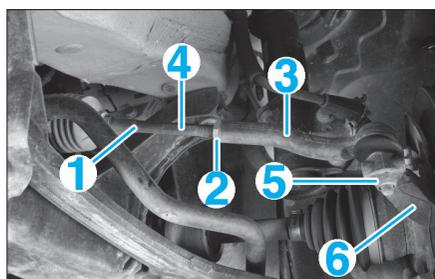

FIG. 11
- Mesurer le nombre de filets apparents sur la biellette de direction (1) jusqu'au contre-écrou (2) (Fig.11).
- Débloquer le contre-écrou (2) de la rotule de direction (3) en exerçant un contre-couple au niveau de l'empreinte hexagonales (4).
- Déposer l'écrou (5) de la rotule de direction.
- Extraire la rotule de direction (3) du pivot (6) à l'aide d'un extracteur universel.